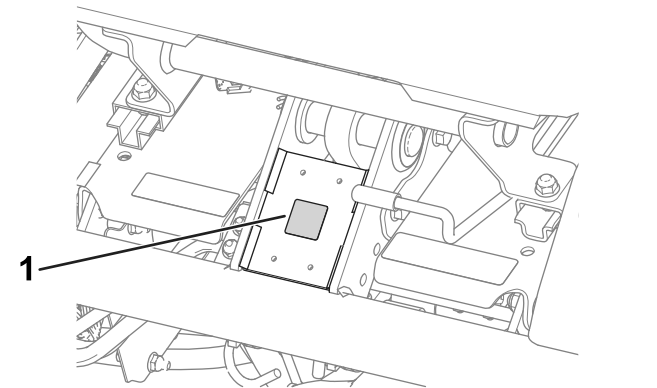

Figura 14
- Coloque la pegatina con marca CE (pieza N.º 93-7252) en el bastidor debajo de la parte delantera del asiento (Figura 14).